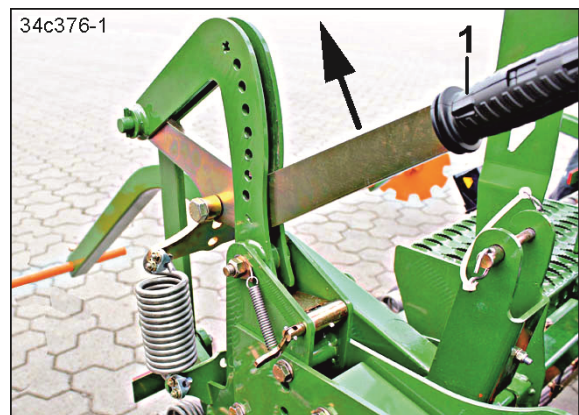

Рис. 197
4. Переместите рычаг (Рис. 197/1) в направлении стрелки.